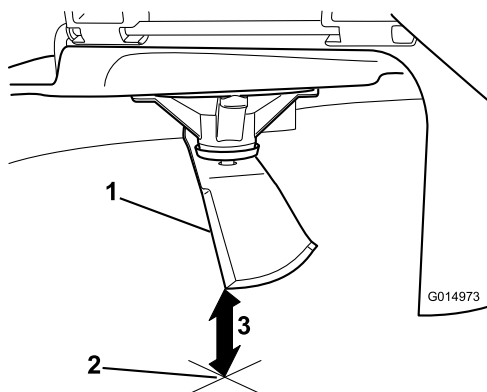

Bild 102
3. Messen Sie von der Messerspitze bis zu ebenen Fläche (Bild 102).